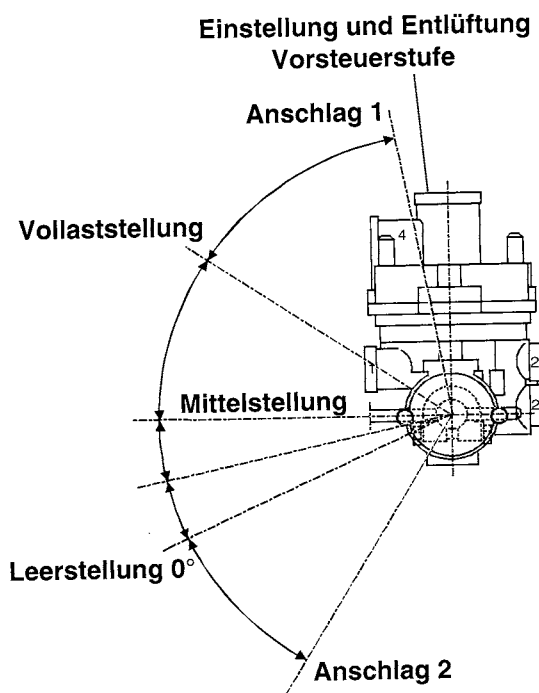

Abb. 2
Einstellen des 0°-Winkels (vgl. Abb. 2)
- 3.10 Den Betätigungshebel auf die 0° - Stellung des Bremskraftreglers einstellen (vgl. Abbildung 2). Den Anschluß 4 entsprechend der Abwandlung mit dem Wert P9 belüften. Das Manometer 3 muß einen Druckanstieg erkennen lassen (bei der Abwandlung 122 muß ein Druck von $\geq 0,2$ bar angezeigt werden).